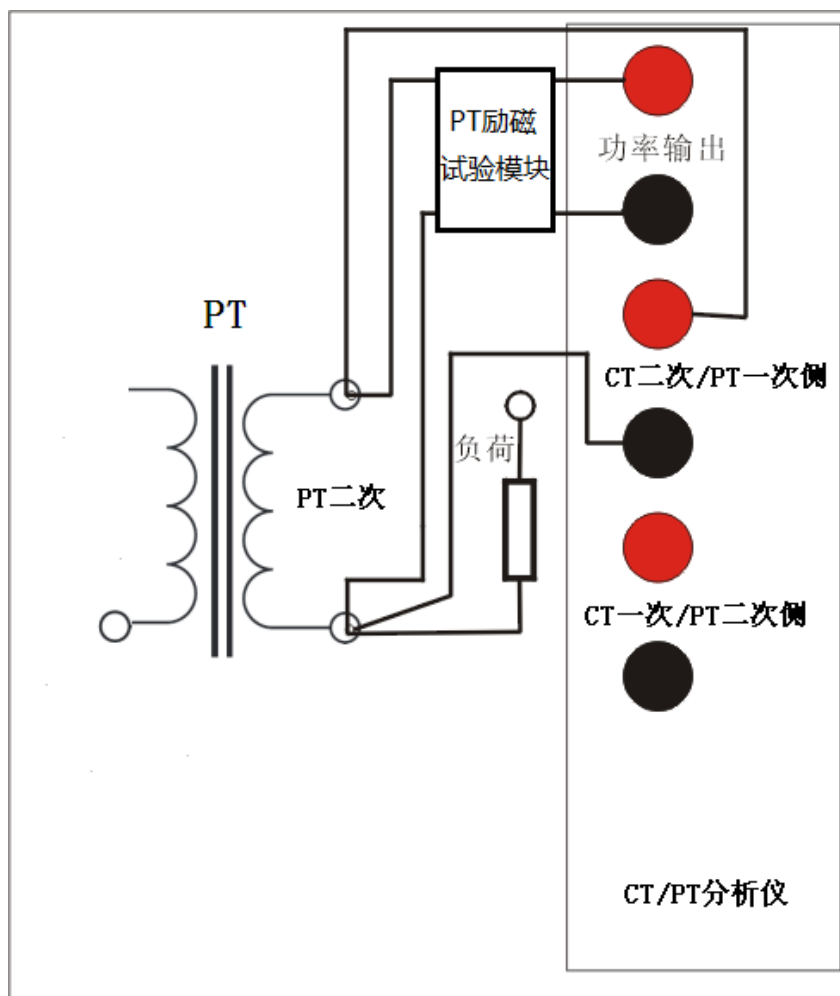

图 3.10 PT 变比与极性试验接线图
在进行 PT 励磁试验时请按照图 3.10 连接 CTPT 分析仪和被测 PT。
- 7) 将按照图 3.10 所示，断开被测 PT 二次侧和二次负荷的连接